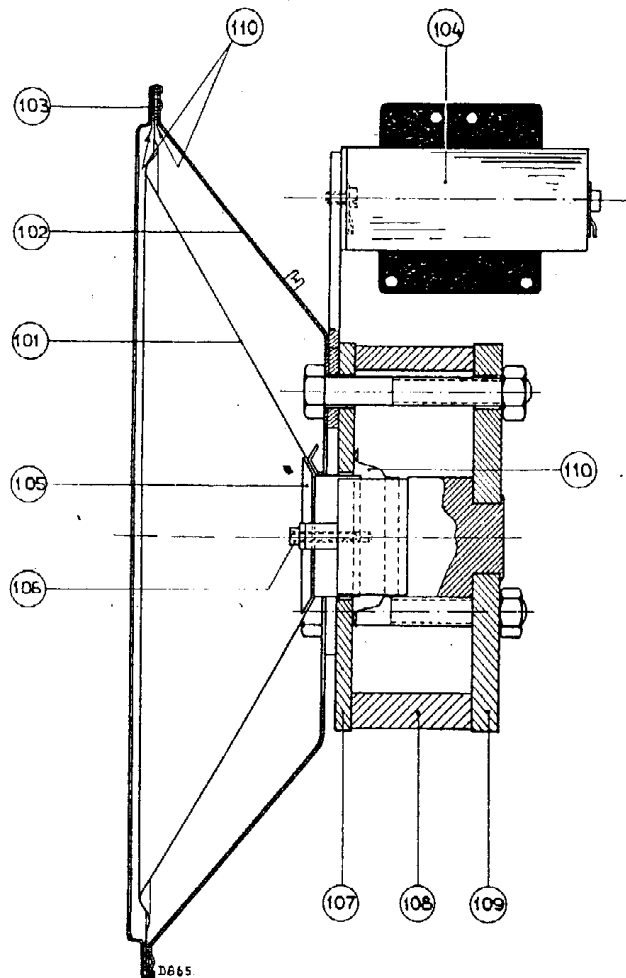

Fig. 11
2. Faire attention à ce que la plaque antérieure et postérieure (fig. 11 rep. 107 et rep. 109) ne soient, en aucun cas, séparées de l'aimant; car alors, celui-ci (de même que si la réparation se faisait sur une plaque de fer) s'affaiblirait.